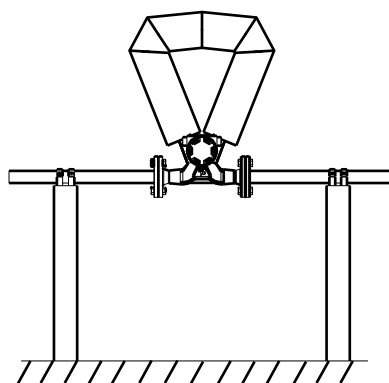

图 2.3
②当质量流量计测量气体时,建议壳体向上安装,如图 2.3 所示,防止液体聚集在传感器振管内。